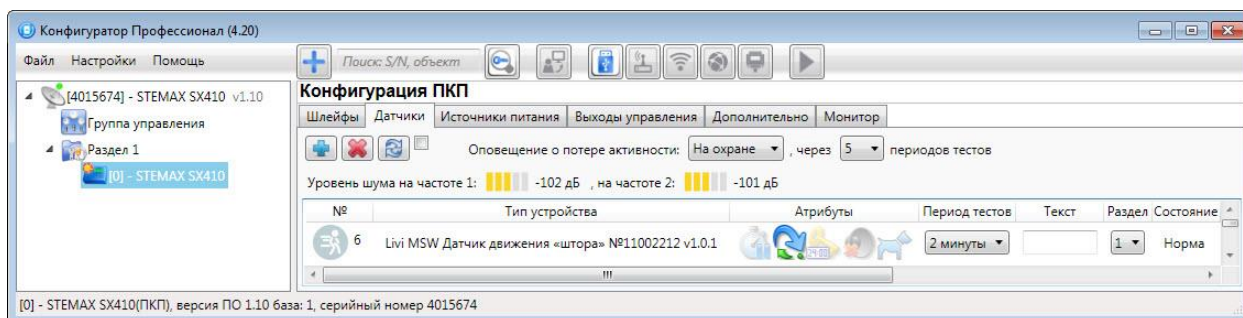

Рисунок 11.3 — Вкладка датчики (основные параметры работы радиоустройств)
В верхней части вкладки *Датчики* (см. рисунок 11.3) задаются основные параметры работы радиоустройств Livi.
1. На вкладке *Датчики* нажмите кнопку  (см. рисунок 11.3).